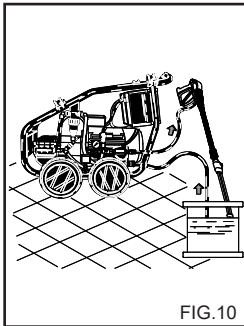

FIG.10
**GBRAUCH DES FROSTSCHUTZMITTELS (fig. 10)**